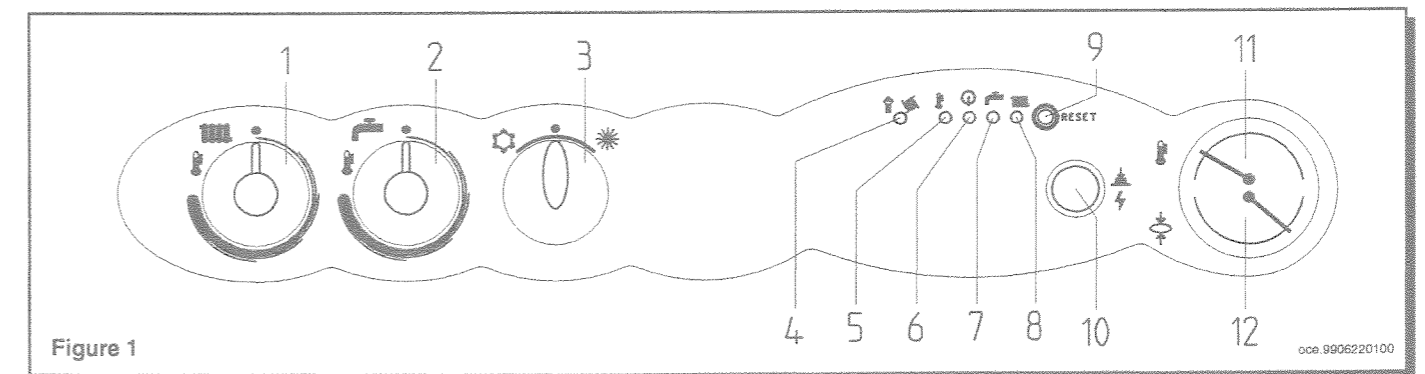

Figure 1
**Important:** Pour valider les fonctions de télécontrôle, il est nécessaire que le sélecteur (3) de la figure 1 soit positionné sur ETE (☀️). Dans ce cas, les voyants de fonctionnement de la chaudière (7 et 8, figure 1) clignotent respectivement pour la demande de chaleur pour l'eau de chauffage ou sanitaire. Les dispositifs de réglage des températures (1 et 2, figure 1) ne sont pas validés.